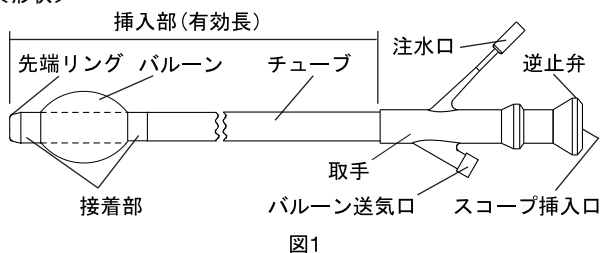
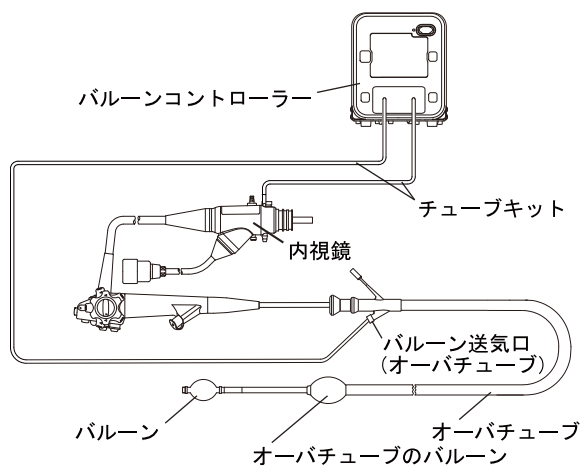

図1
図2
* 本製品(図1)は、「ダブルバルーン内視鏡システム」の付属品である。「ダブルバルーン内視鏡システム」は、本製品、内視鏡、バルーン、バルーンコントローラーおよびチューブキットで構成され(表1、表2)、これらを接続して使用する。図2は接続時の状態である。